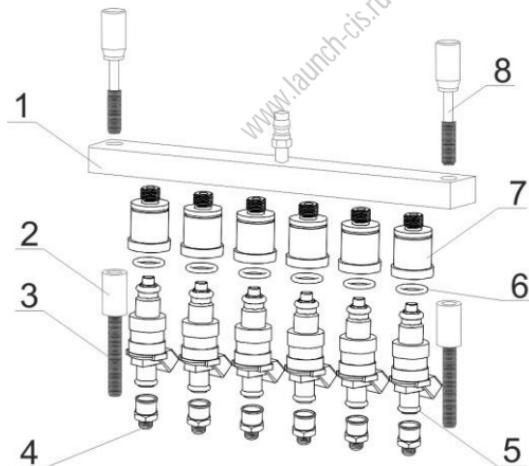

Рис. 5.6
- 1) Выберете адаптер обратной промывки (7) и соответствующее уплотнительное кольцо на хвостовик.
- 2) Вставьте внутрь адаптера обратной промывки уплотнительное кольцо диаметром $\Phi 16.2$ (6)
- 4) Входной штуцер установите в соответствующий адаптер верхней подачи (4).
- 5) Установите топливный распределитель с форсунками в соответствующие отверстия над мерными колбами. Равномерно затяните прижимные винты (8) для крепления топливного распределителя, как показано на рис. 5.6.